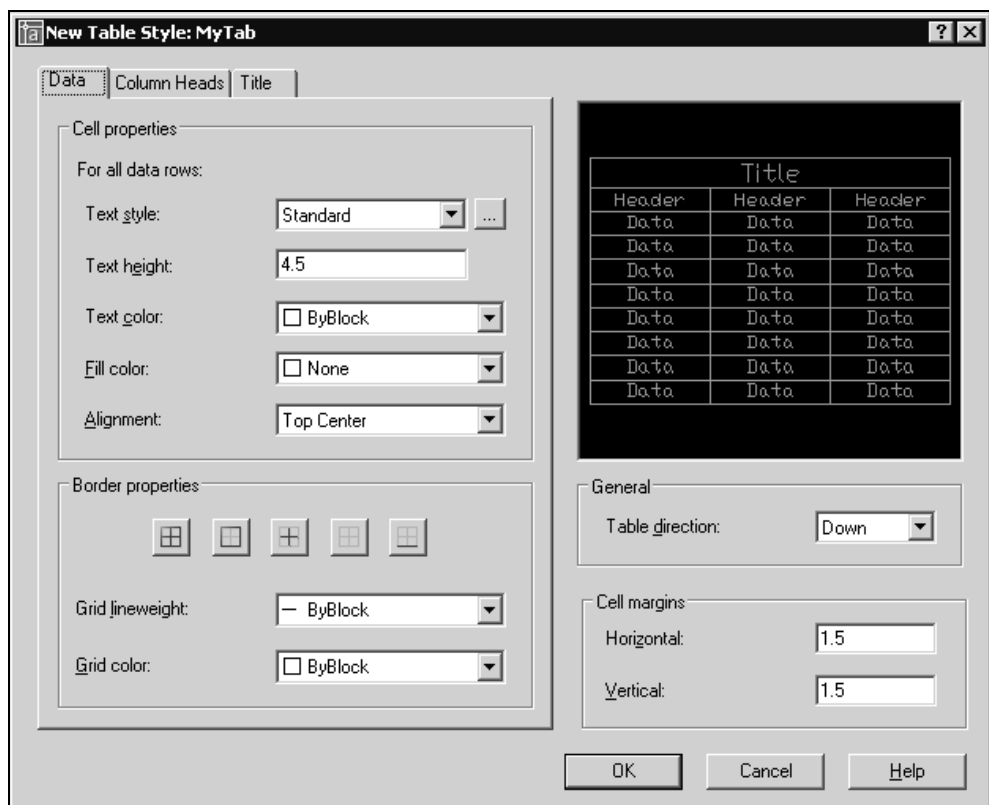

Рис. 14.24. Диалоговое окно настройки оформления таблицы
- В диалоговом окне **Create New Table Style** (Создание нового стиля таблиц) введите имя таблицы в поле **New Style Name** (Имя нового стиля), а затем щелкните на кнопке **Continue** (Далее). Появится диалоговое окно **New Table Style** (Новый стиль таблиц) с тремя вкладками (рис. 14.24), в котором можно настроить внешний вид таблицы и оформление содержания.